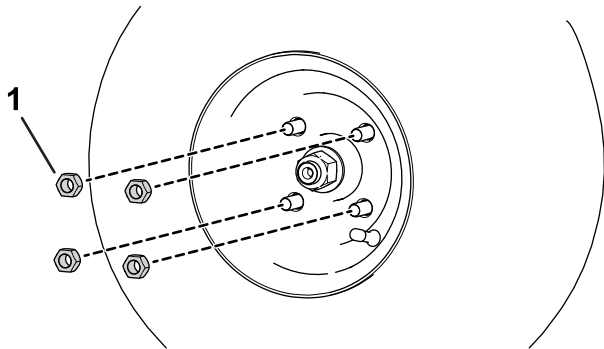

Figura 57
A. Slăbiți și îndepărtați prezoanele roilor (Figura 57).
- B. Introduceți prezoanele (Figura 57).